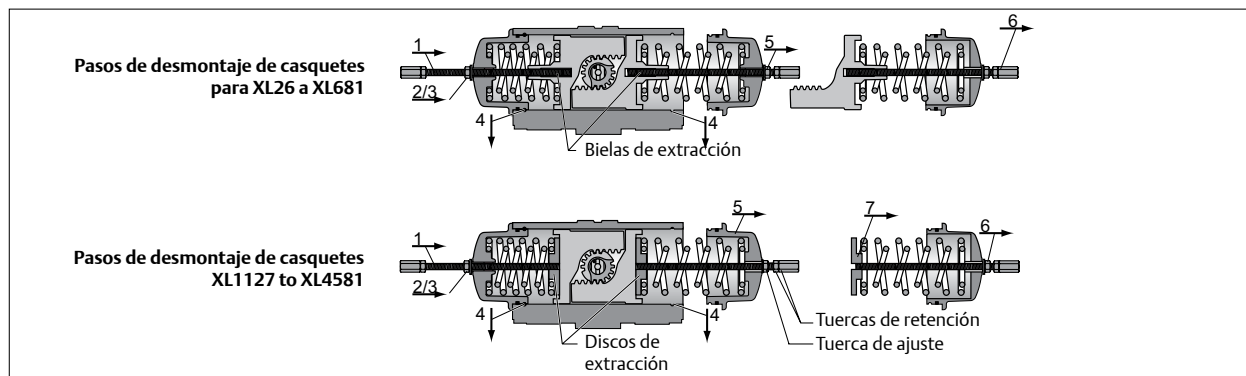

Fig. 4 Desmontaje de casquetes
1. Afloje las tuercas de bloqueo (24) y quite ambos topos de avance (22) y las juntas fileteadas (23) o los anillos 'O' (23a).
2. Quite el indicador (7) de la parte superior del piñón (19). Para XL26 a XL221 utilice una llave Allen de 4 mm. Para tamaños más grandes, se puede retirar el indicador de la parte superior del piñón.
3. Extraiga ambos pernos de obturación (28) y las juntas (29) de los casquetes (21).
- Para XL 26 a XL 681, en los pistones (20)
- Para XL 1127 a XL4581, en el disco retractor (20a, véase también la fig. 4), hasta que se detengan (NO APRIETE EN EXCESO) y cerciórese de que las tuercas y arandelas de ajuste no tengan contacto con el casquete.
7. Evite que giren las "tuercas de retención" con una llave. Utilice otra llave para atornillar las tuercas de ajuste 180 grados a la vez (véase la fig. 4) en el sentido de las agujas del reloj y en las bielas hasta que den dos giros completos. Con ello, se conducen:
- Para XL 26 a XL681, los pistones (20)
- Para XL 1127 a XL4581, el disco retractor (véase también la fig. 4) hasta los casquetes (21) y se comprimen los resortes. La compresión de los resortes libera la fuerza de los mismos y desbloquea la SAFEKEY para su extracción.
10. Cuando se hayan extraído ambas SAFEKEYS, utilice una llave para girar el piñón, a la vez que aparta los pistones (20) hasta que empujen parcialmente los casquetes lejos del cuerpo.
- Para XL 26 a XL681, se salen los pistones (20), los resortes y el casquete
11. Para mantener intacto el ensamblaje del paquete de resortes (véase la Fig. 4), deje la biela retractora en su sitio. Para el desmontaje del paquete de resortes, destornille la tuerca de ajuste de la biela retractora para liberar la fuerza del resorte, a la vez que evita que la biela gire con una llave en las tuercas de retención.